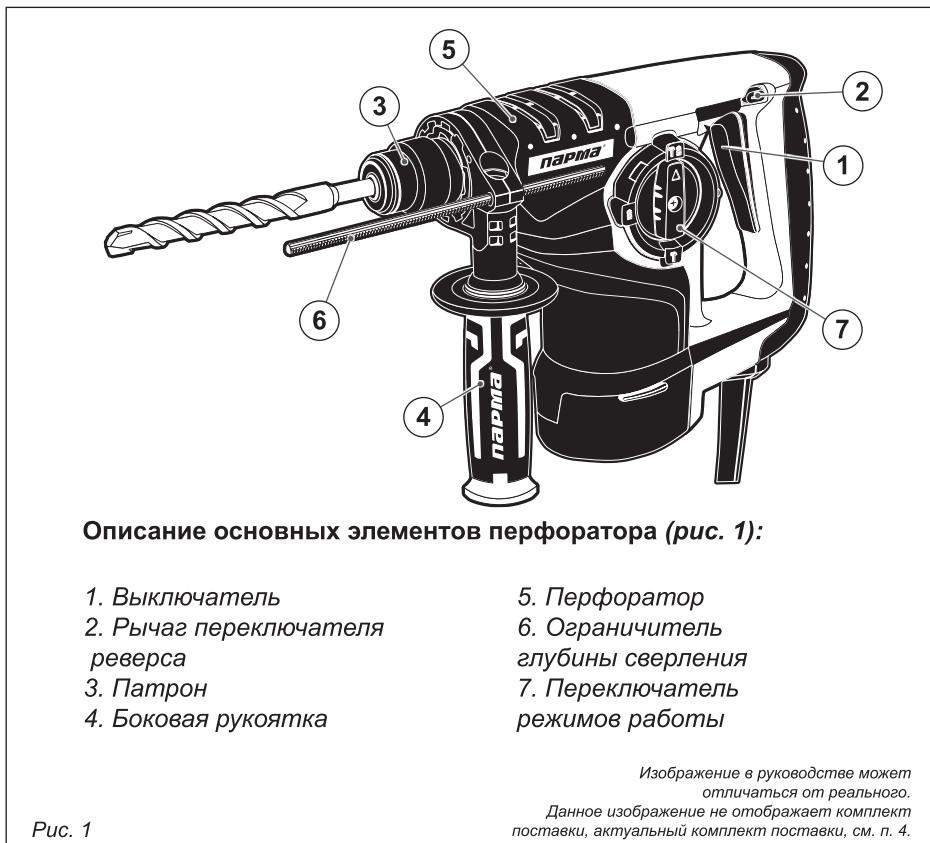

Рис. 1
4. ОСНОВНЫЕ ЭЛЕМЕНТЫ ПЕРФОРАТОРА (рис. 1)